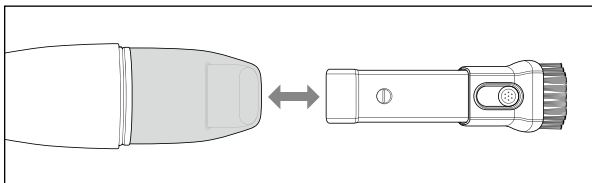

Fig. 2
- ◆ Introduceți duza de aspirare 2 în 1 **12** în orificiul de aspirare **2** al aparatului. Aveți grijă ca butonul pentru ajustarea duzei cu perii să fie orientat în sus (a se vedea fig. 2).
- ◆ Pentru a detașa din nou duza de aspirare 2 în 1 **12** scoateți-o din orificiul de aspirare **2** (a se vedea fig. 2).